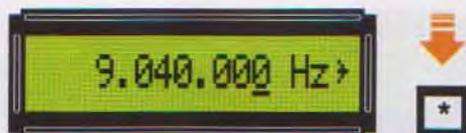
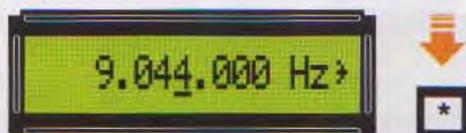

Fig.15 Ora premete il tasto * e così facendo verrà sottolineato il primo 0 a destra ad indicare che, premendo il tasto +, si modificherà la sola unità degli Hz.
Fig.16 Come riportato nella Tabella N.2, poiché dovrete variare le migliaia di Hz, premete il tasto * fino a posizionare il segno - sotto la quarta cifra.
a sinistra sulla tastiera e subito vedrete apparire sotto il primo **0** a destra il segno **-** (vedi fig.15), ma poichè inizialmente conviene variare le **migliaia di Hz** premete il tasto ***** fino a portare il segno **-** sotto il **quarto 0** (vedi fig.16);
- per ottenere una maggiore precisione ora conviene variare le sole **centinaia di Hz**, ma poichè non è possibile ritornare **indietro** premete il tasto ***** fino ad arrivare sull'ultima cifra di sinistra e proseguendo vedrete il segno **-** ritornare sul **primo 0** di destra (vedi fig.15), poi sul **secondo 0**, infine sul **terzo 0** (vedi fig.17);